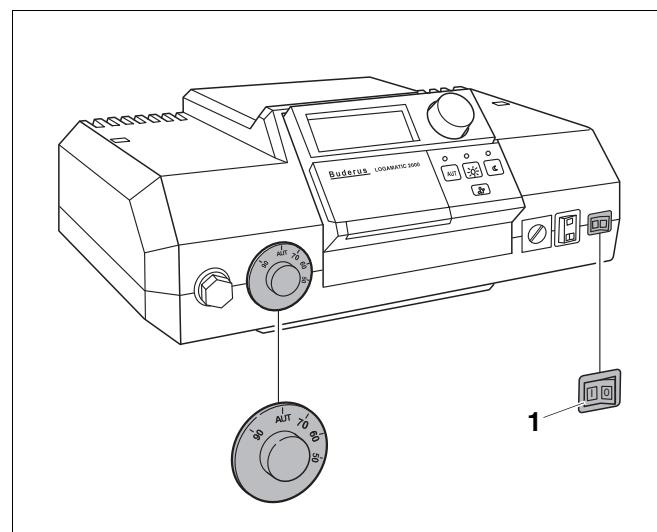
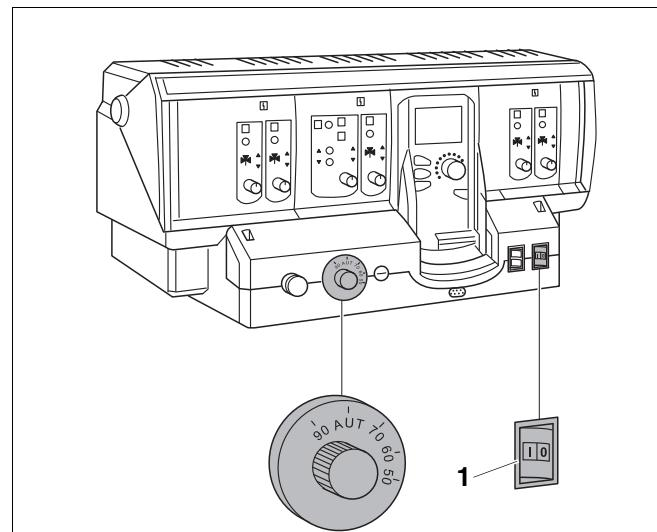

Рис. 35 Система управления Logamatic 2000
Рис. 36 Система управления Logamatic 4000
- Установить пусковой выключатель (рис. 35, поз. 1 или рис. 36, поз. 1) в положение "0" (Выкл.).